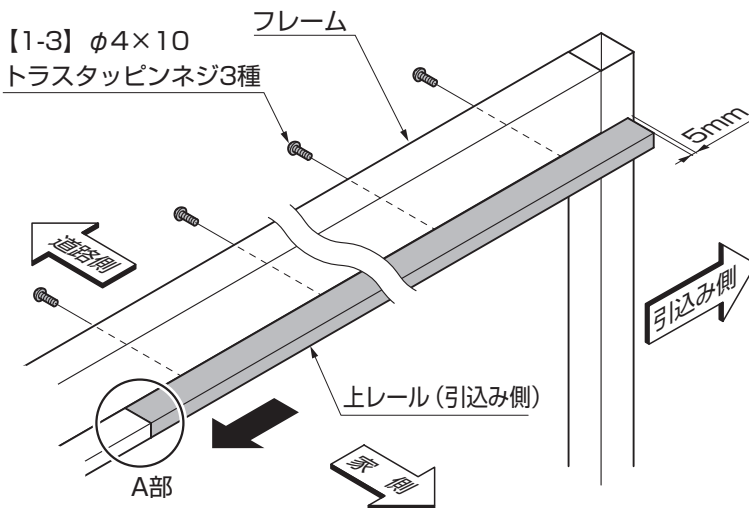

図6-9
- ②上レール(引込み側)の端部を柱(端部用)側面から5mmの位置にセットしてください。(図6-9参照)
- ③上レール(引込み側)と上レールステーを【1-3】で取付けてください。(図6-9参照)